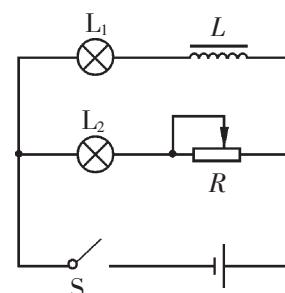

图 1-3
3. 图 1-3 中的灯 L_1 、 L_2 分别标有“36 V 40 W”和“36 V 25 W”，闭合开关，调节 R ，使灯 L_1 、 L_2 都正常发光。断开开关后重做实验。开关闭合后看到的现象是什么？稳定后哪盏灯较亮？再断开开关，又将看到什么现象？